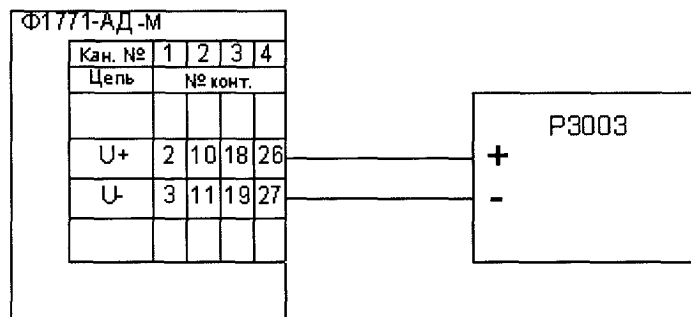
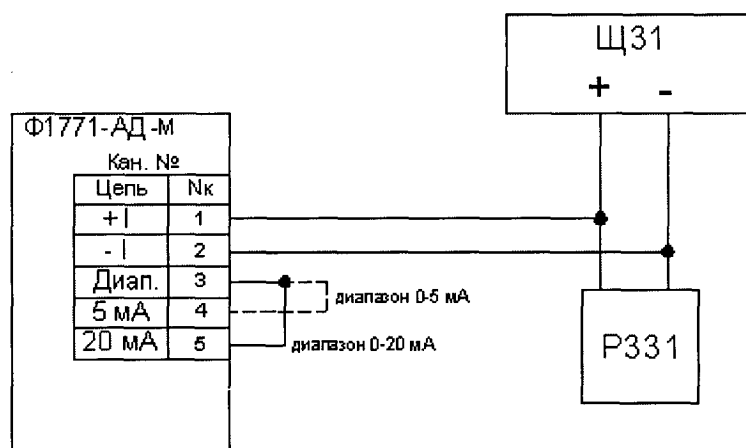

Рисунок 37 – Схема подключения входных каналов для U в диапазонах до  $\pm 2$  В и сигналов ТП.
Рисунок 42 – Сема подключения выходного канала.
- 2) выполнить соединения в соответствии со схемами поверки (рисунок 37 – рисунок 42);